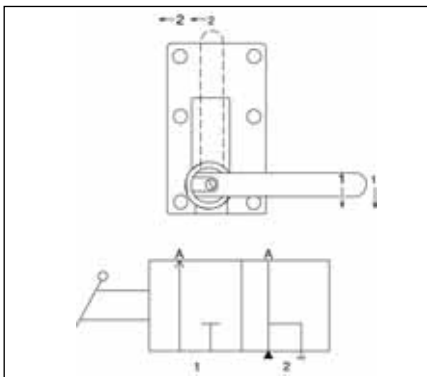

Рисунок 7
1. Переключите рукоятку клапана в положение 1, как показано на рис. 7